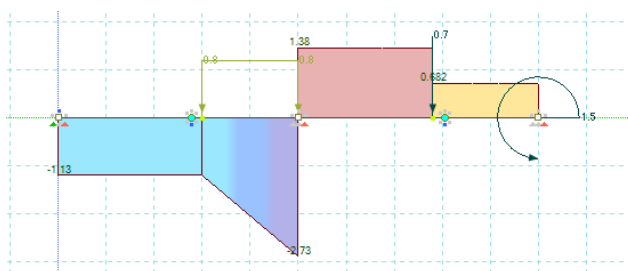

Рис. 57. Эпюра поперечных сил Q_z
22. Выведите на экран эпюру поперечных сил Q_z (рис. 57), указав значения ординат.